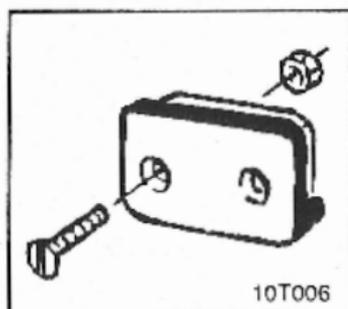

Fig. 9.4
- Fijar el soporte (fig. 9.4) del mini-ordenador en la cabina del tractor.